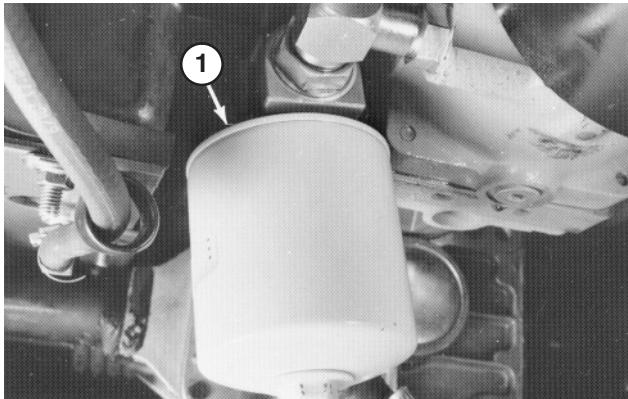

Bild 71
1. Reinigen Sie den Bereich um den HydraulikölfILTER. Nehmen Sie den Filter von der Fassung ab (Bild 71) und reinigen Sie die Filterbefestigungsobenfläche.